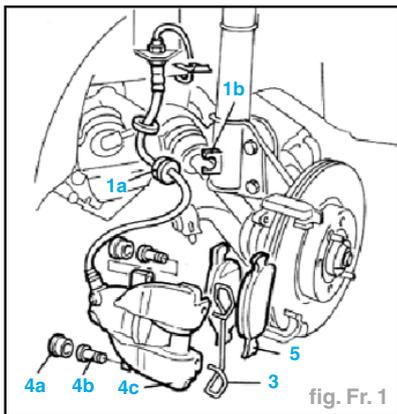

fig. Fr. 1
- Dégager la retenue en caoutchouc (1a) de la canalisation des freins du logement (1b) sur l'amortisseur (fig. Fr. 1).
- Déposer les cache-fixations AR (4a), dévisser les vis au-dessous (4b), puis déboîter l'étrier de freins AV (4c) (fig. Fr. 1).